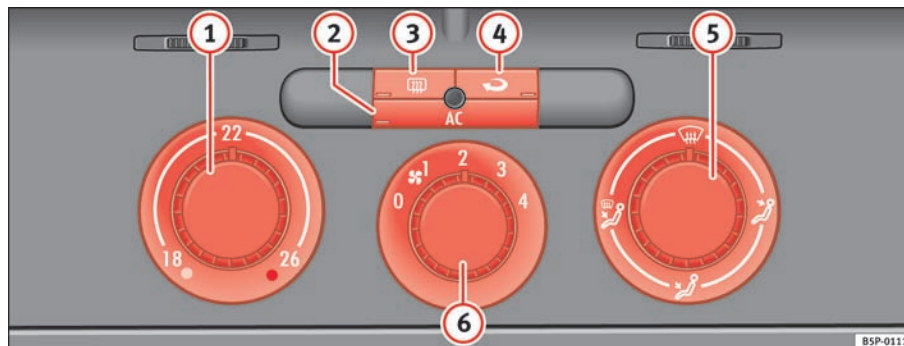

Fig. 129 Mandos del Climatic en el tablero de instrumentos
- Con los reguladores ⇒ fig. 129 ① y ⑤ y con el mando ⑥ se regula la temperatura, la distribución del aire y la velocidad de la turbina.
- Pulse la tecla ②, ③ o ④ para activar o desactivar la función correspondiente. Cuando la función está activa, la ventana situada en la esquina inferior de la tecla se ilumina.
- ① Regulador de temperatura ⇒ página 162
- ② Tecla **AC** – Encender o apagar el grupo refrigerador ⇒ página 162
- ③ Tecla – Luneta térmica. Esta función se apaga automáticamente aproximadamente 20 minutos después de haberla conectado. Se puede desconectar antes pulsando de nuevo la tecla.
- ④ Tecla – Recirculación de aire ⇒ página 164
- ⑤ Regulador de la distribución de aire ⇒ página 162
- ⑥ Mando de la turbina. El caudal de aire tiene 4 niveles de ajuste. La turbina debería funcionar siempre en el nivel más bajo cuando se circule a poca velocidad.
- Encienda el climatizador con la tecla $\Rightarrow$ **página 161, fig. 129**